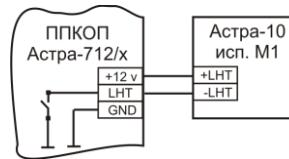

Рисунок 2
- g) подключить оповещатель к источнику питания в соответствии с используемым напряжением (рисунок 2);